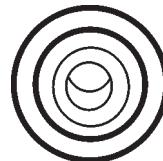

Figure 43. Voyant de pré-chauffage
3. Lorsque le voyant de préchauffage s'éteint (**OFF** / Figure 43), tournez la clé de contact à la position « **start** ». Une fois le moteur démarré, relâchez la clé de contact pour lui permettre de revenir à la position « **operation** ».